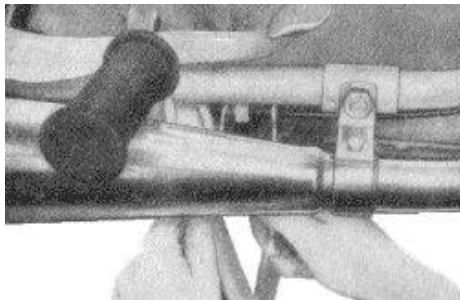

Bild 25. Nachstellen des Kupplungsseilzuges
2. eine Hohlschraube am rechten Rahmenunterzug, in welcher die Seilzughülle (Bowdenzughülle) endet. Nach dem Lösen der Gegenmutter kann durch Verdrehen der Hohlschraube der Seilzug nachgestellt werden (**Bild 25**).